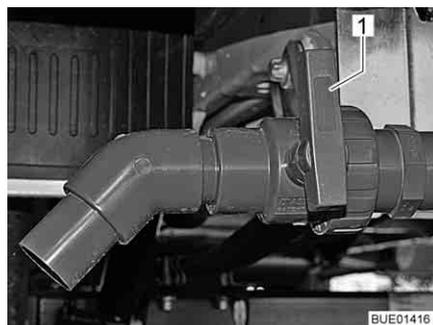

Fig. 228 Llave de desagüe
- Girar el tirador (Fig. 228,1) de la llave de desagüe a la posición en dirección de la circulación.